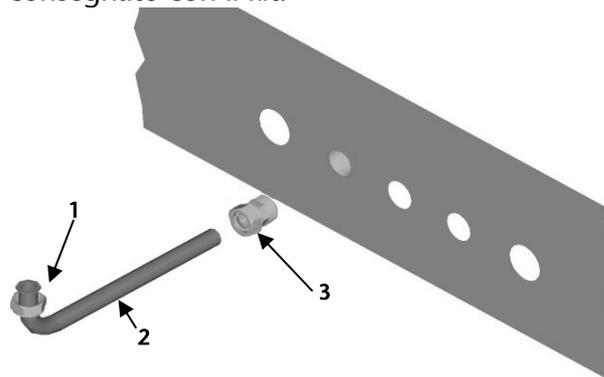

Figura 10
- Utilizzare i relativi girelli (n° 1 in Figura 10) per collegare i tubi (n° 2 in Figura 10) presenti nel kit
- Utilizzare i raccordi tipo "bicono" (n°3 in Figura 10) per collegare i tubi alle connessioni "femmina" a parete.